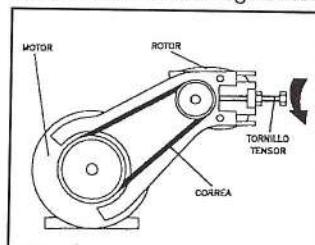

Fig. 29
- Destensar las correas soltando el tornillo del tensor hasta que éstas queden lo suficientemente libres para su extracción (fig. 29).